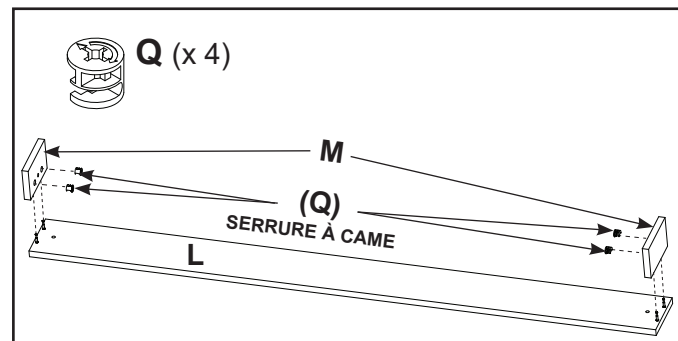

Figure 30
- Installez deux (02) serrures à came (Q) dans la pièce « M » en tenant compte du sens des flèches tel qu'indiqué à la page 2 et sur la figure 30.
- Alignez les pièces « M » de gauche et de droite sur les axes de came installés sur la pièce « L ». Voir la figure 30.
- Tournez chacune des trois (04) serrures à came (Q) d'un quart de tour dans le sens des aiguilles d'une montre. Se reporter à l'étape 4 et à la figure 30.